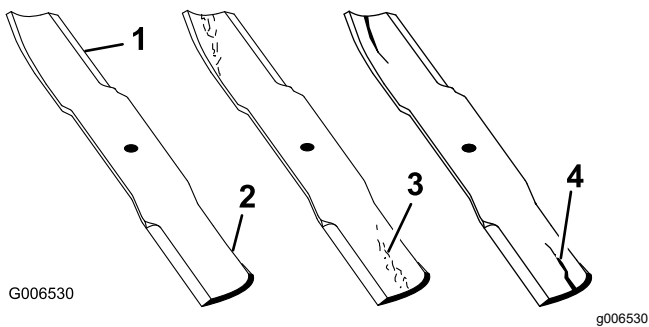

Figure 110
1. Examinez le tranchant des lames (Figure 110).
4. Remplacez immédiatement toute lame fendue, usée ou qui présente une entaille sur cette partie (Figure 110).